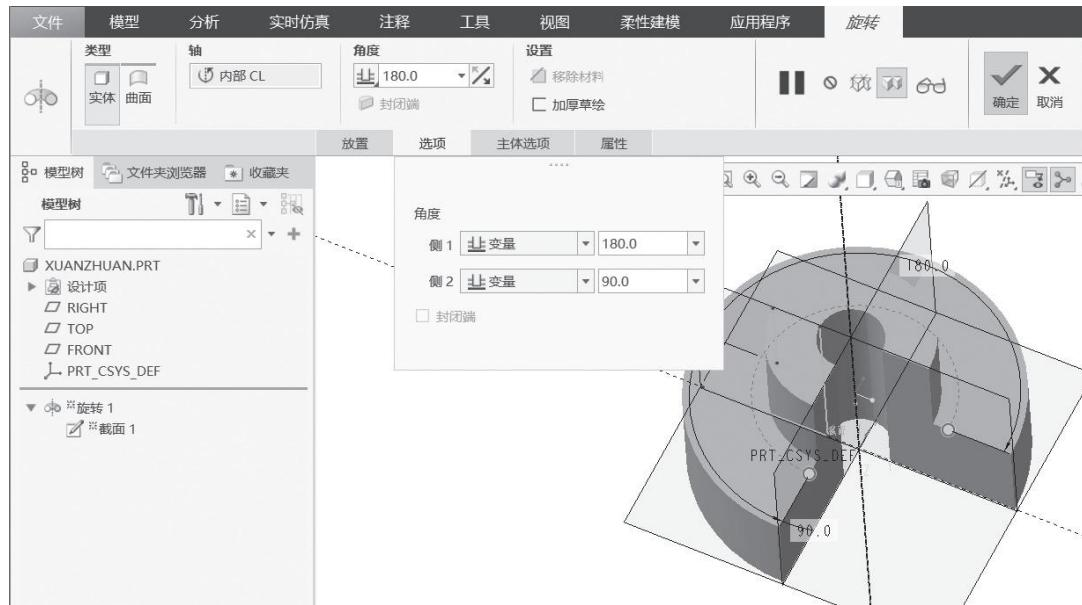

图 2-2-18 “旋转特征”操控板
(5) 在“旋转特征”操控板中，指定“变量”方式，即从草绘平面以指定的角度值旋转(此为默认设置)，选择“侧 1 变量”值为 180.0，“侧 2 变量”值为 90.0，如图 2-2-18 所示，单击“确定”按钮。